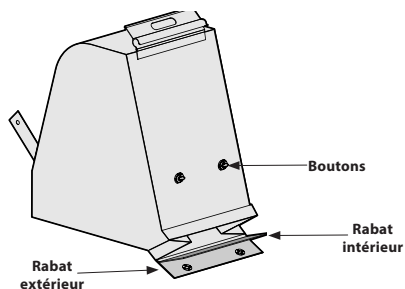

Figure 10
5. Tournez les deux boutons à l'arrière du sac pour ouvrir et vider le sac. Voir Figure 10. Tenez bien la poignée et l'attache du sac lorsque vous videz le contenu du sac.
7. Repliez le rabat extérieur sur le rabat intérieur et insérez les boutons du sac dans les œillets de métal. Voir Figure 10.